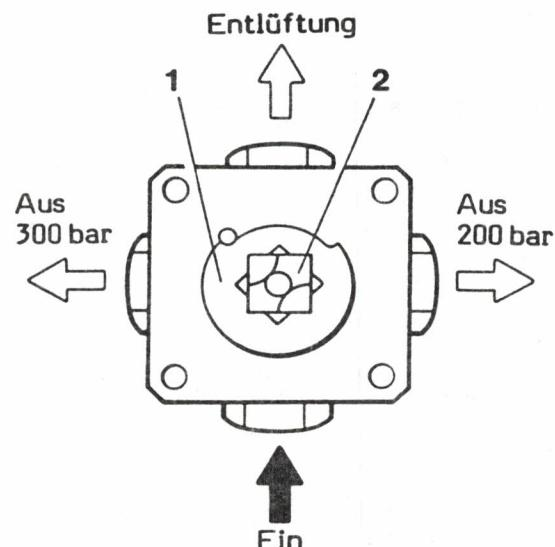

Bild 38 Umschaltventil
- Beim Einbau eines neuen Ventils ist die Durchlaßrichtung zu beachten. Bei Rechtsanschlag des Umschalthebels muß die Durchlaßrichtung zur Fülleiste 200 bar, bei Linksanschlag zur Fülleiste 300 bar zeigen (Bild 38).